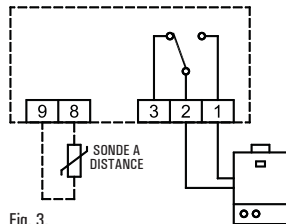
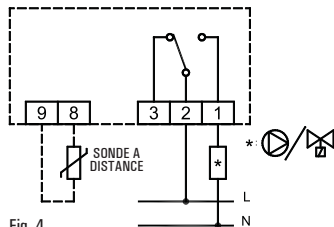

Fig. 3.
Fig. 4.
- Effectuer les raccordements électriques en suivant le schéma de connexion de la Fig. 3 ou Fig. 4.
En respectant la polarité indiquée, insérer les piles dans le compartiment correspondant (Fig. 4) et réinitialiser le dispositif à l'aide d'un objet pointu introduit dans le trou correspondant (L de la Fig. 4) ; NE PAS UTILISER D'AIGUILLES.
' OK ' : Programmation / Heure / Confirmation (I de la Fig. 4) ;
' ▲ ' : ' Avant ' (G de la Fig. 4) ;
' ▼ ' : ' Arrière ' (H de la Fig. 4) ;